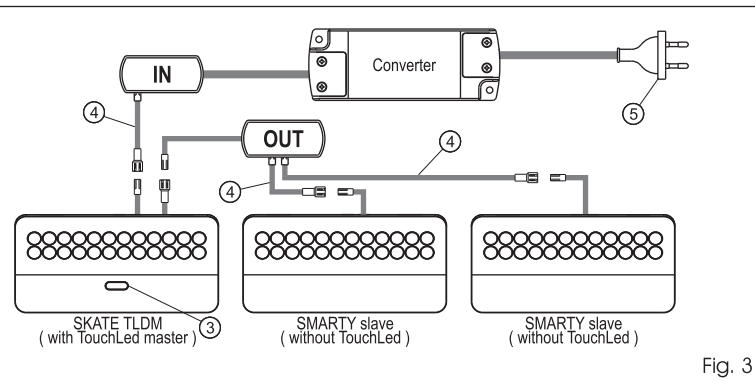
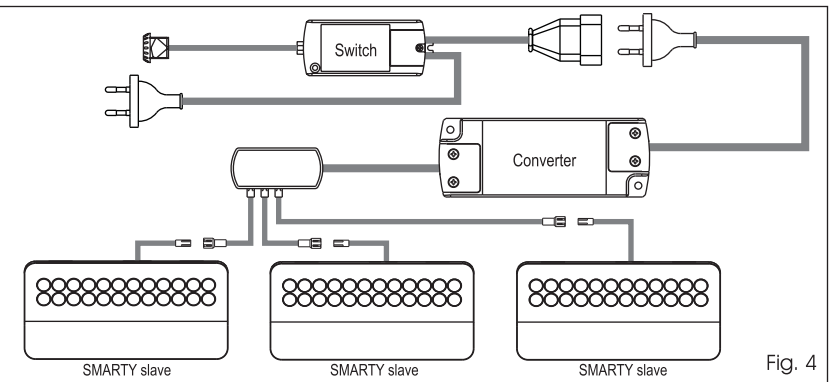

Fig. 3
Fig. 4
- Eseguire il collegamento elettrico dei faretti all'alimentatore rispettando lo schema di collegamento (fig. 3) utilizzando le prolunghe (4) fornite in confezione.
- Collegare la spina (5) dell'alimentatore ad una presa di corrente alternata (230V 50/60Hz) (fig. 3).
- Connect the spotlights to the adaptor following the wiring diagram (fig. 3), using the extensions provided in the pack (4).
- Connect the feeder plug (5) to an AC outlet (230V 50/60Hz) (fig. 3).
The SMARTY SLAVE is a switch-free spotlight, then it must be turned on via a remote switch that can be placed on the SMARTY TLDM (wired in the MASTER version) as shown in figure 3 or it can be assigned to a separate switch connected to the primary of the converter as shown in figure 4, or to a remote socket where to connect the converter.
Der SMARTY SLAVE ist ein Strahler ohne Schalter, daher muss das Einschalten über einen Fernschalter erfolgen, der sich am SMARTY TLDM (mit Verkabelung der Ausführung MASTER) wie in Abbildung 3 gezeigt befinden kann, oder über einen eigenen Schalter, der an die Primärspannung des Konverters angeschlossen wird, wie in Abbildung 4 gezeigt, oder über eine gesteuerte Steckdose, an die der Konverter angeschlossen wird.
- Effectuer le branchement électrique des spots à l'alimentateur en respectant le schéma de connexion (fig. 3), au besoin en utilisant les rallonges fournies en dotation (4).
- Raccorder la fiche (5) du câble d'alimentation du transformateur à une prise de courant alternatif (230V 50/60Hz) (fig. 3).
Le SMARTY SLAVE est une lampe sans interrupteur. Par conséquent, l'allumage passe par un interrupteur déporté pouvant se trouver sur le SMARTY TLDM (câblé en version MAÎTRE) comme illustré sur la figure 3 ou pouvant être assigné à un interrupteur séparé branché sur le module principal du convertisseur comme illustré sur la figure 4, ou à une prise commandée sur laquelle brancher le convertisseur.